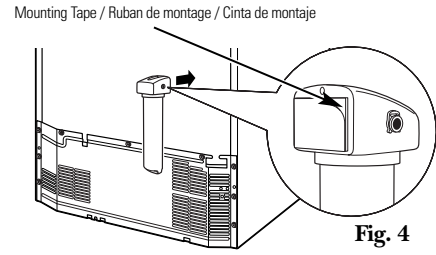

Fig. 4
4. Using the double sided mounting tape provided, remove one side of protective wax paper and apply the entire piece to the back side of the manifold, applying firm pressure to the entire piece (Fig. 4). (It is recommended to apply when the room temperature is above 55°F for best adhesion.)
5. Remove the remaining wax paper from the double sided tape on the back side of the manifold, and adhere it to the cleaned surface of the refrigerator, applying firm pressure to the entire piece (Fig. 4).
4. Enlever un côté du papier ciré de protection du ruban à double face qui est fourni et appliquer une forte pression sur l'ensemble du ruban contre la surface arrière du collecteur (Fig. 4). (Pour obtenir une meilleure adhérence, il est recommandé de procéder à l'application lorsque la température de la pièce est supérieure à 12,8°C [55°F]).
5. Enlever le reste du papier ciré de protection du ruban à double face appliqué sur le collecteur, puis placer le ruban adhésif contre la surface nettoyée du réfrigérateur en exerçant une forte pression sur l'ensemble du ruban (Fig. 4).
4. Usando la cinta de doble faz para montaje suministrada, retire un lado del papel encerado protector y aplique la pieza completa a la parte trasera del colector, aplicando una presión firme a la pieza completa (Fig. 4). (Se recomienda aplicar cuando la temperatura del salón sea superior a 55°F para una mejor adhesión.)
5. Retire el papel encerado restante de la cinta de doble faz en la parte posterior del colector y péguelo a la superficie limpia del refrigerador, aplicando una presión firme la pieza completa (Fig. 4).